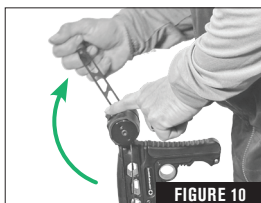

FIGURE 10
- Ensuite, appliquez une légère pression sur le bras de manivelle (dans le sens des aiguilles d'une montre) et appuyez et maintenez le cliquet de déverrouillage en position de déverrouillage (Fig. 10).